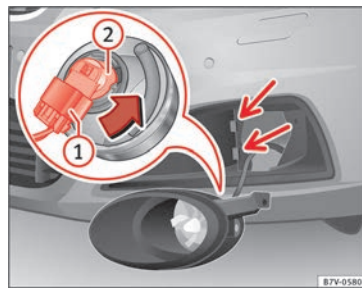

Fig. 110 Cambio de las lámparas de los faros.
3. Inclíne el faro ligeramente hacia delante y extraígallo de sus alojamientos laterales » **fig. 110** (flechas pequeñas).
4. Desbloquee el conector » **fig. 110 ①** y retírelo.
5. Gire el portalámparas » **fig. 110 ②** hasta el tope hacia la izquierda, en el sentido de la flecha, y extraígallo junto con la lámpara retirándolo hacia atrás.
8. Encaje el conector » **fig. 110 ①** en el portalámparas » **②**. El conector debe encastrar de forma audible.
9. Coloque el faro en los alojamientos » **fig. 110** (flechas pequeñas) e inclínelo hacia atrás.